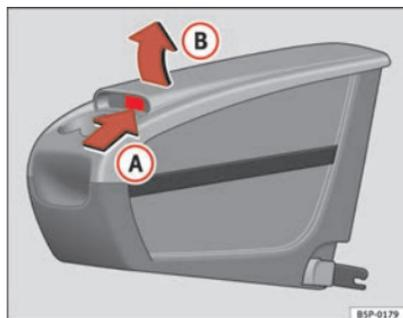

Fig. 113 Rangement mobile. Ouverture
- Levez le couvercle (B), par la zone (A) ⇒ fig. 113.